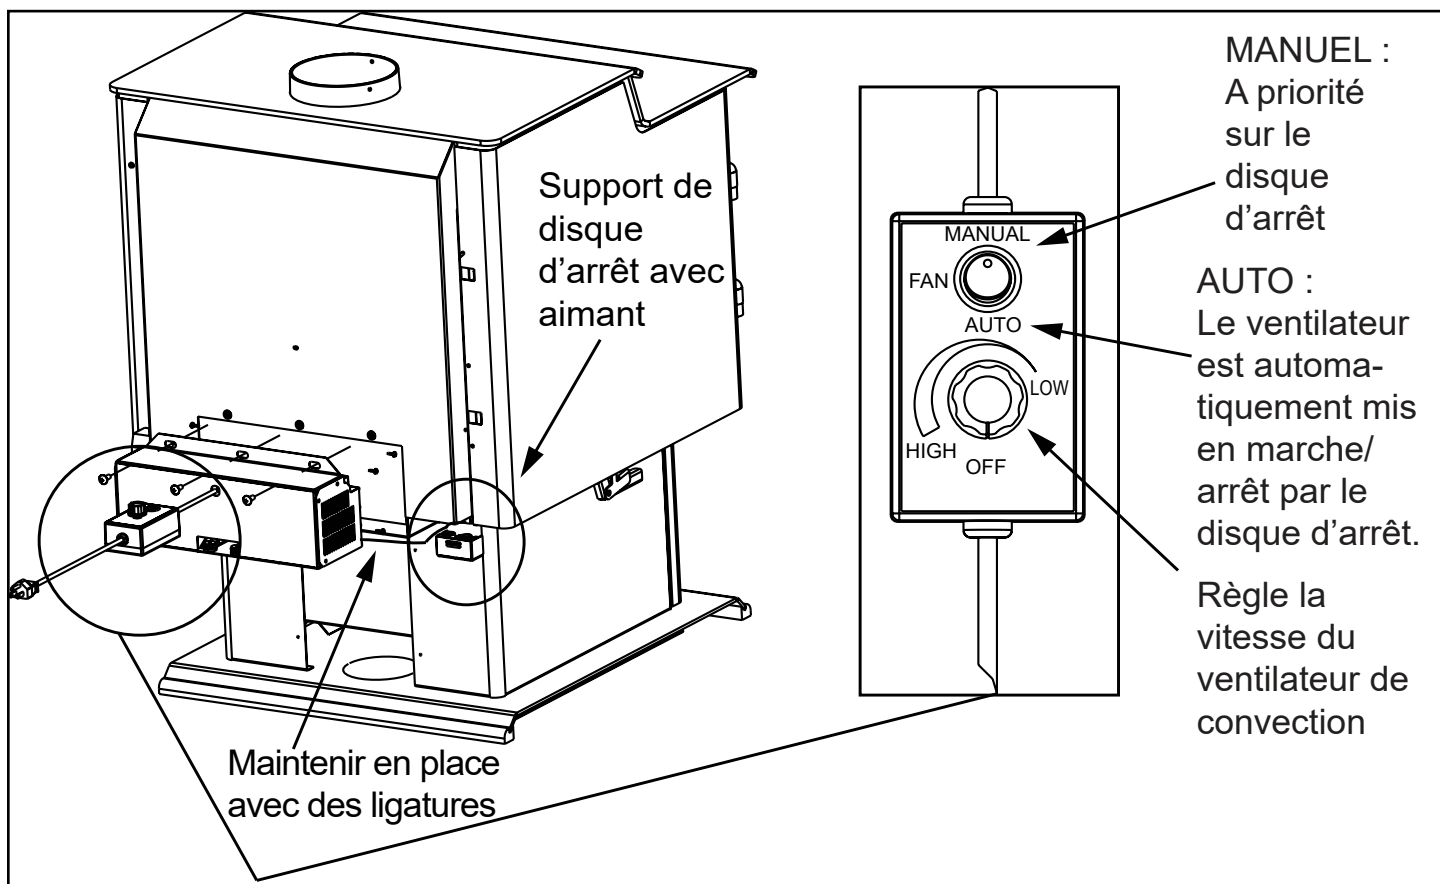

Figure 22.1
2. Alignez les trous de la bride de montage du ventilateur avec les trous sur l'appareil. Le ventilateur de convection doit être placé sur le côté inférieur arrière du revêtement extérieur, comme illustré à la **figure 22.1**.